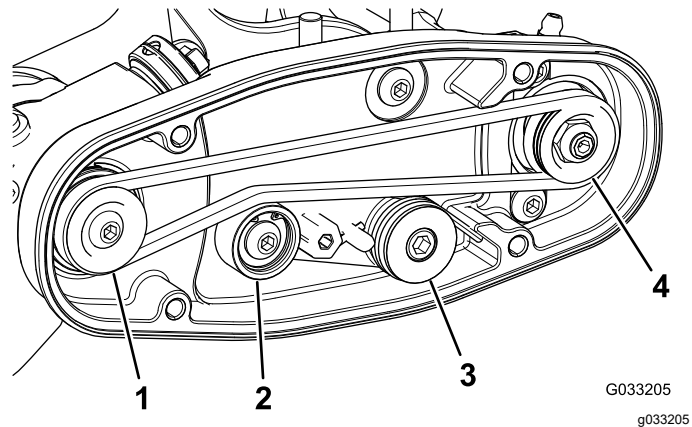

图 12
- 先缠绕 **驱动** 皮带轮周围的皮带然后再缠绕总轮皮带轮顶部上方的皮带 图 12。